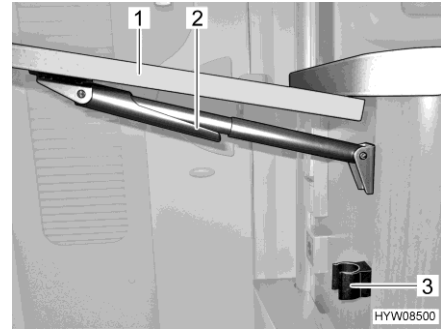

Fig. 84 Plegar la mesa de bar plegable
- Agarrar el extremo de la mesa de bar plegable (Fig. 84,1) y levantar la misma un poco. Con la otra mano girar la fijación (Fig. 84,2) en el soporte telescópico hacia abajo.
- Girar el tablero de la mesa hacia abajo hasta que engatille la fijación del soporte telescópico en el soporte (Fig. 84,3).